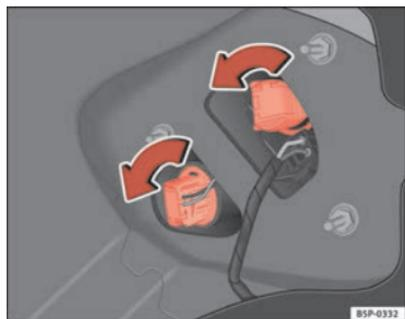

Fig. 188 Luzes na carroçaria
- Rodar o porta-lâmpadas para a esquerda ⇒ fig. 188.